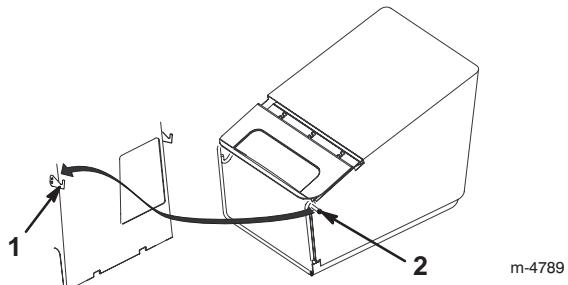

Figure 16
4. Accrochez les ergots du cadre du bac à herbe dans les crochets du plateau de coupe, comme illustré à la Figure 16.
4. Décrochez le cadre du bac du plateau de coupe et enlevez-le de l'ouverture, comme illustré à la Figure 16.